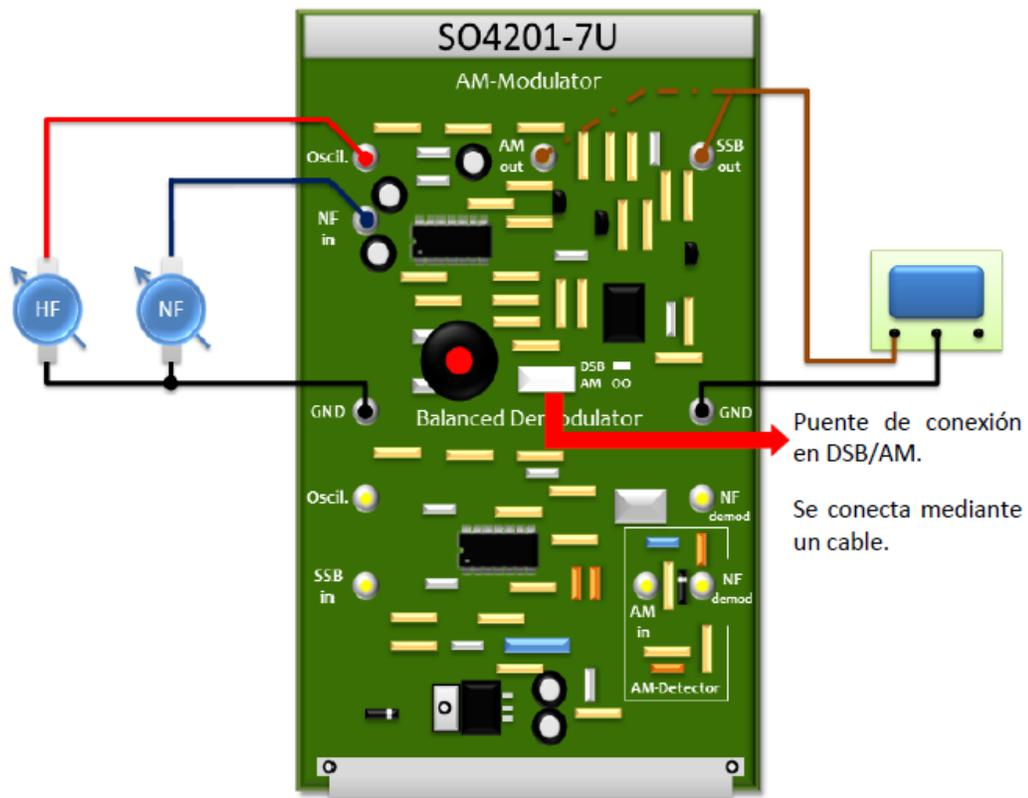

Figura 8: Esquema de conexiones modulación SSB, segundo método.
- Conecte el puente de conexión DSB/AM mediante un cable, como indica la Figura 8.
- Conecte el canal 4 del osciloscopio entre la clavija **SSBout** y **GND**, como se indica en la Figura 8.